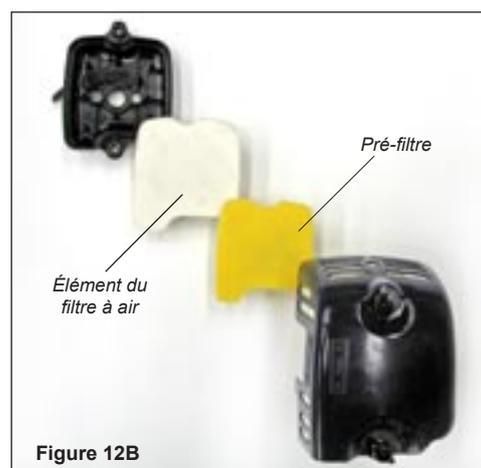

Figure 12B
2. Enlever et inspecter le pré-filtre. Si le pré-filtre est tordu ou endommagé, le remplacer par un neuf. Voir la figure 12B.